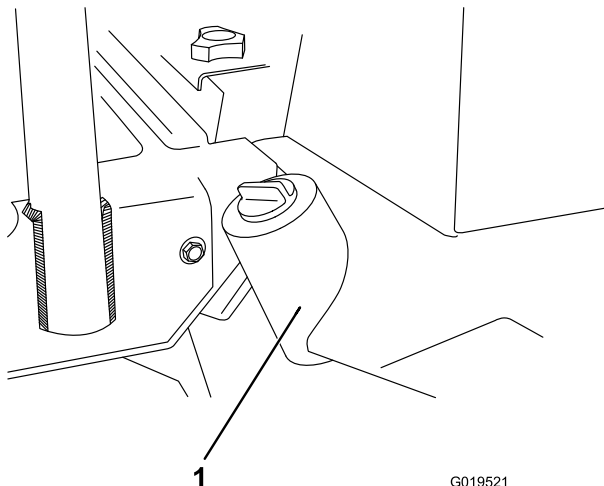

Bild 73
3. Entfernen Sie die Ablassschraube an der Unterseite des Behälters (**Bild 73**) und lassen Sie das Hydrauliköl in eine große Auffangwanne ablaufen.